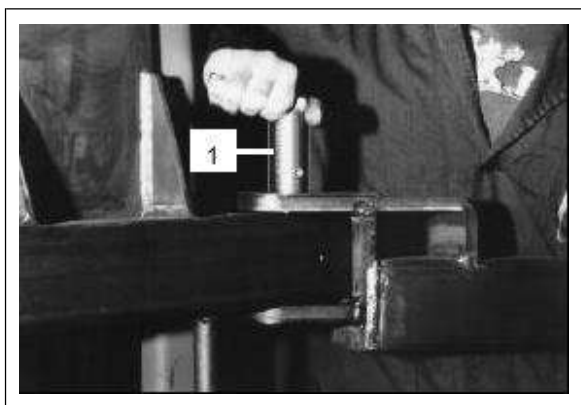

Рис. 51.
3. Установите кронштейны на опоры платформ и вставьте штифты в отверстия на опорах, как показано на Рис. 51. После завершения операций, отверстия соединения штифтов (место установки винта M14) должны совпадать с отверстиями M14 в опорах подвижных платформ (рис. 51).